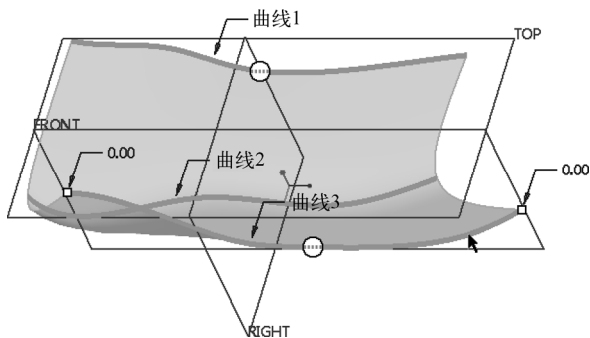

图 7-7 指定第一方向链
2) “边界混合”选项卡中的 （第一方向链收集器）处于被激活状态。选择曲线 1，接着按住〈Ctrl〉键的同时单击曲线 2 和曲线 3，如图 7-7 所示。